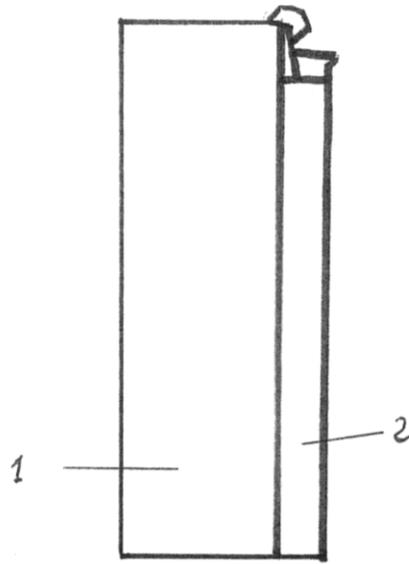

FIG. 1
5 El primero (fig. 1 a la 4) está formado por una caja (1) de forma rectangular de aproximadamente unos 10 cm. por 3 cm y por 1 cm. (o similares) y un mechero (2) que está fijado a dicha estructura (fijo, con imanes, encajado, ...) por la parte más larga y con una válvula de llenado de gas en su parte inferior (4), esta caja elaborada con cualquier material